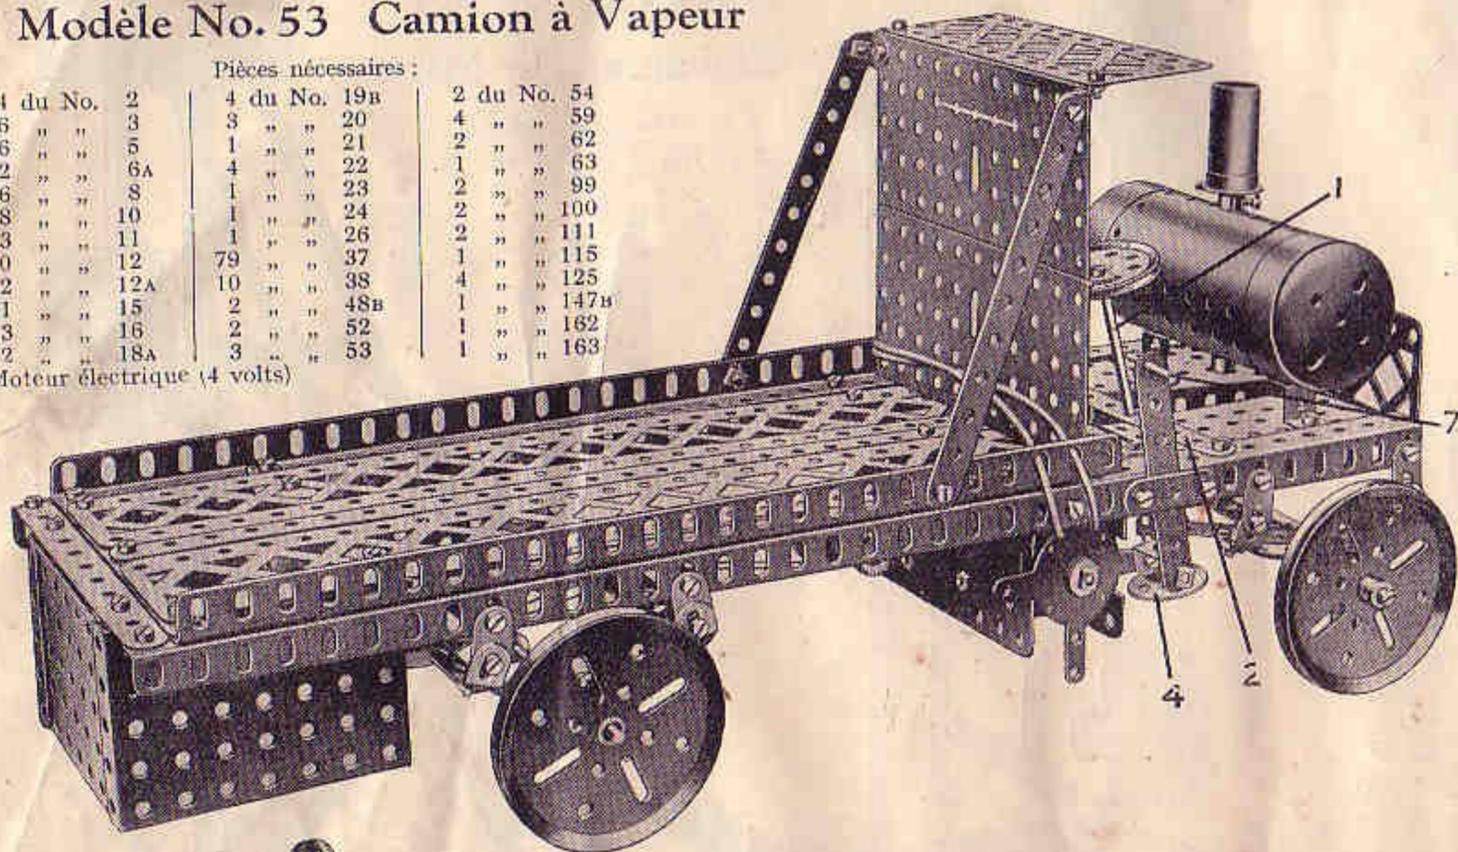

Fig. 51a
Lorsqu'on tourne la manivelle (1) le tambour (2) (constitué par deux roues à boudin de 19 mm. accolées) fait tourner la poulie de 75 mm. au moyen d'une corde sans fin. La poulie de 25 mm. (4) entraîne une seconde poulie de 75 mm. (5) reposant sur une autre poulie de 75 mm. (6) (voir Fig. 51a). L'extrémité de la tringle (7) tourne librement dans la bosse de la poulie de 75 mm. (6).